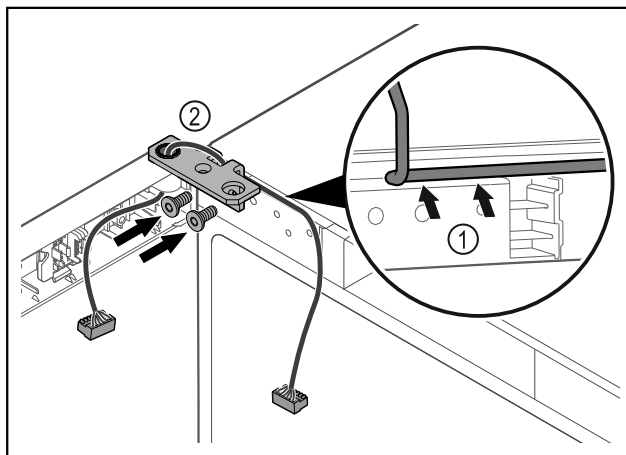

Fig. 48
- Kabel durch die Ausparung des Scharnierwinkels führen und vorsichtig verlegen Fig. 48 (1).
- Scharnierwinkel Fig. 48 (2) anschrauben.